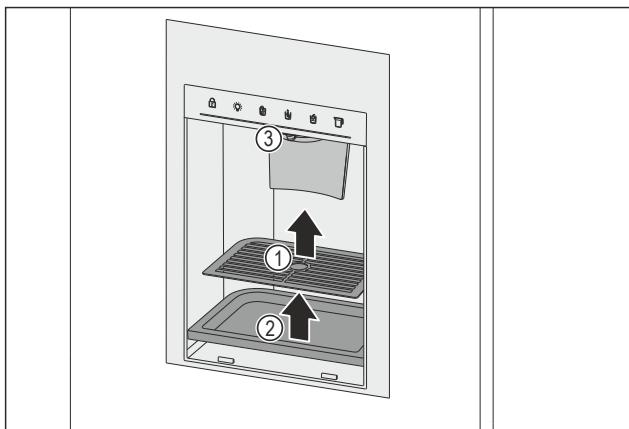

Fig. 150 Виймання решітки для крапель і піддону для крапель
- Вийміть решітку для крапель Fig. 150 (1).
- Вийміть піддон для крапель Fig. 150 (2).
- Очистіть випускний отвір Fig. 150 (3) і його оточення м'якою, чистою серветкою, теплою водою і невеликою кількістю мийного засобу.